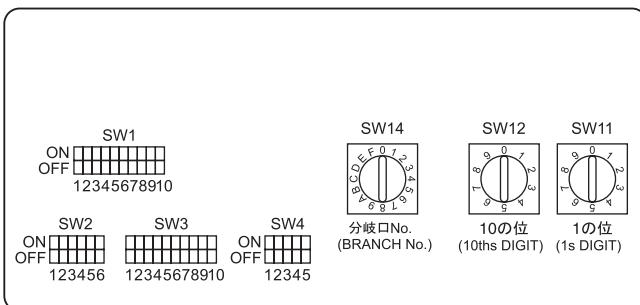

Fig. 4-6
4.5. Ρύθμιση διευθύνσεων (Fig. 4-6)